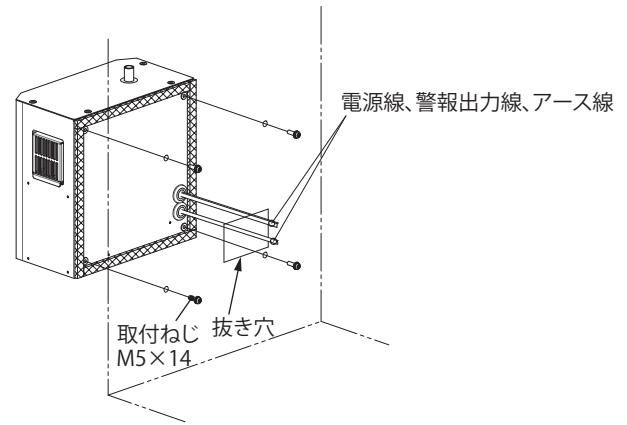

図 3
2. 抜き穴から電線（電線、警報出力、アース）をキャビネット内側へ通してください。（図 3）
3. 付属の取付ねじ M5×14（4 本）を使用して、キャビネットに確実に固定してください。（図 3）